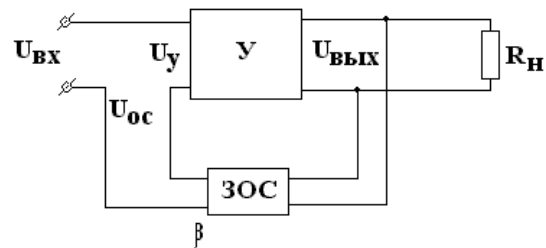

Рисунок 3.14 – Структурная схема УК с последовательной ОС
Структурная схема усилителя с ОС состоит из двух блоков: непосредственно усилителя и звена ОС, которое характеризуется коэффициентом передачи  $\beta$  (рисунок 3.14).
- последовательная ОС (рисунок 3.14);
Наиболее часто в усилителях применяют отрицательную ОС (ООС). Влияние ООС (последовательной по напряжению) на коэффициент усиления усилителя определяется следующим образом. В соответствии со структурной схемой (рисунок 3.14):